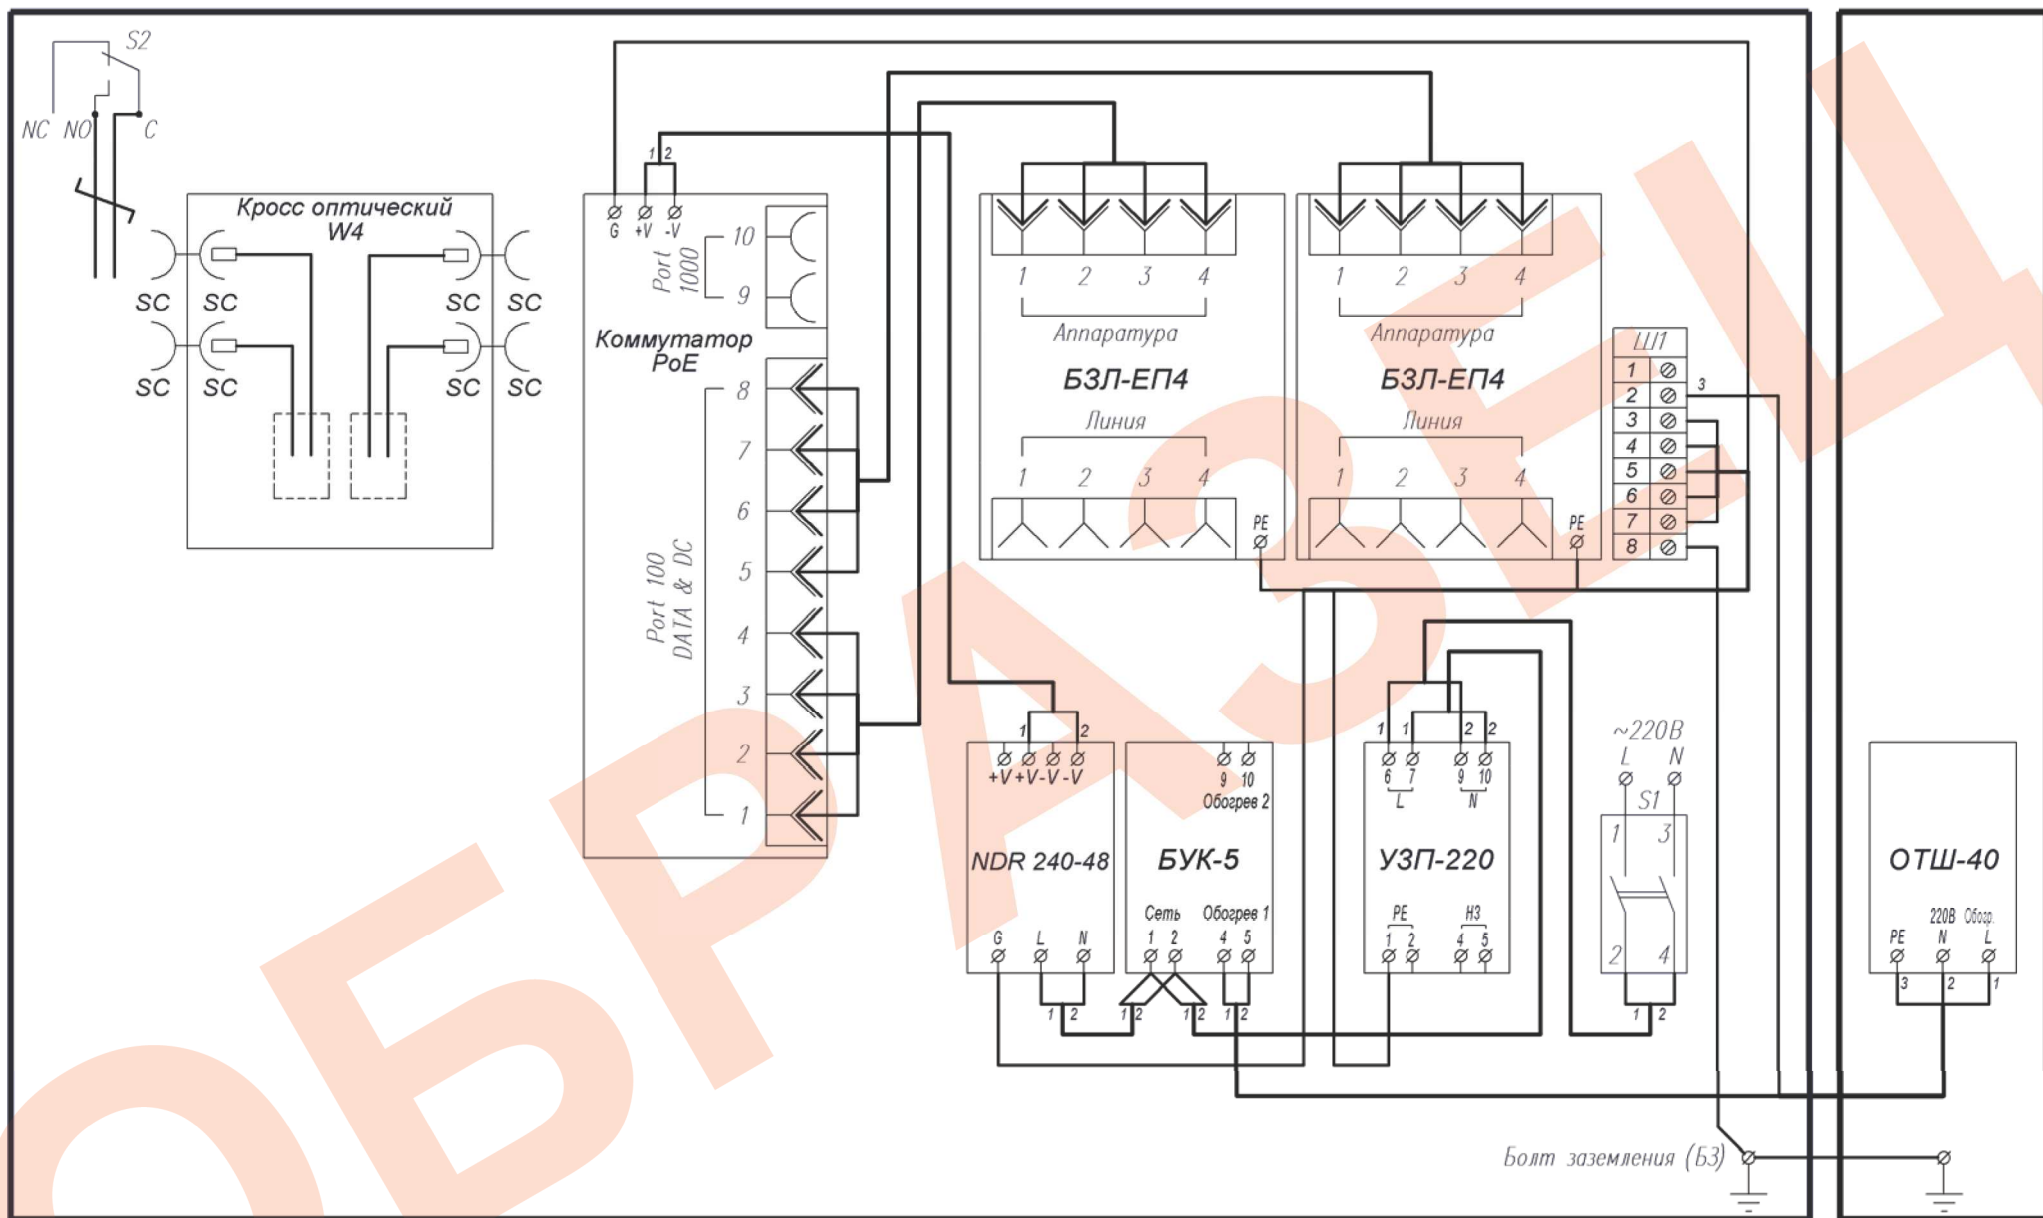

Рис.1 Схема электрическая принципиальная
1. Заземлить изделие при помощи болта заземления (БЗ) (рис.1).
6. Подключить кабель питания к входу автомата питания S1 (сечение подключаемых проводов до 25 мм2), при этом фазный провод (L) соединить с контактом 1, нулевой провод (N) с контактом 3.